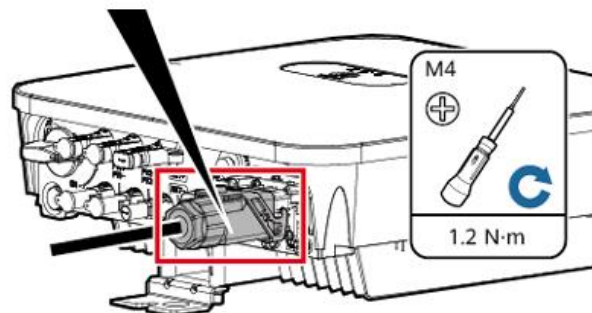

Fig. 84. Conector de CA del inversor.
3. Desconecte los cables de *Salida Inversor*, para ello solo siga los cables hasta la salida del inversor y quite el conector de ca. Ver rectángulo rojo de la **Fig. 84**.